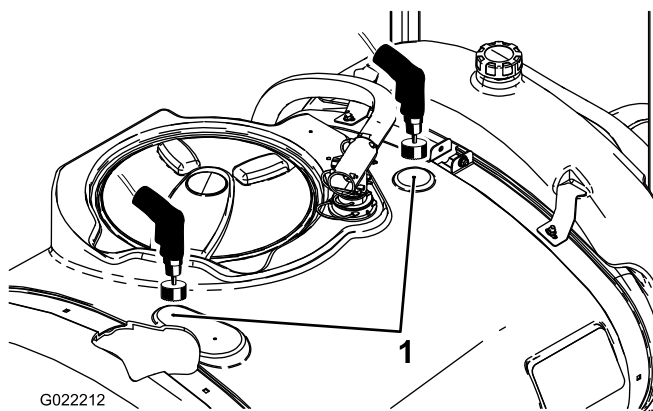

Bild 6
- Ermitteln Sie die zwei Bohrmarkierungen am Hauptbehälter (Bild 6).